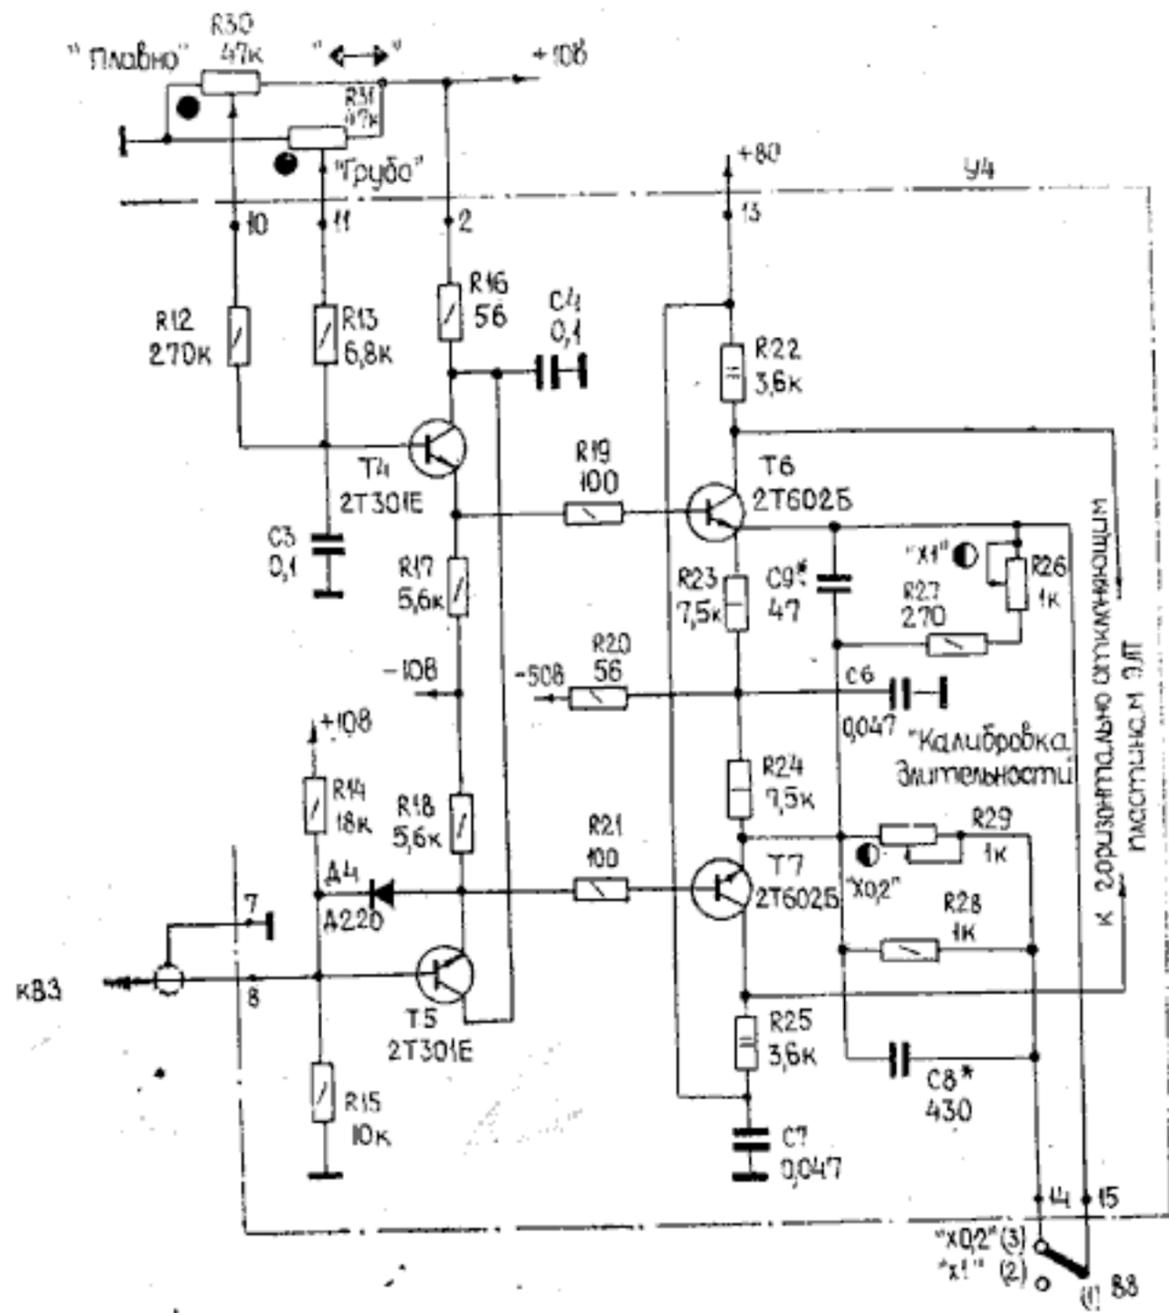

Рис. 10. Усилитель горизонтального отклонения.
5.2.11. Усилитель горизонтального отклонения (рис. 10) предназначен для усиления пилообразного напряжения до необходимой величины. С выхода эмиттерного повторителя генератора пилообразное напряжение через переключатель вида синхронизации В3 поступает на согласующий эмиттерный повторитель T5 усилителя горизонтального отклонения. При помощи потенциометров R30 («ПЛАВНО») и R31 («ГРУБО») по второму плечу усилителя производится управление положением луча по горизонтали. Оконечный каскад выполнен по фазоинверсной схеме на транзисторах T6, T7 по схеме с общим эмиттером.